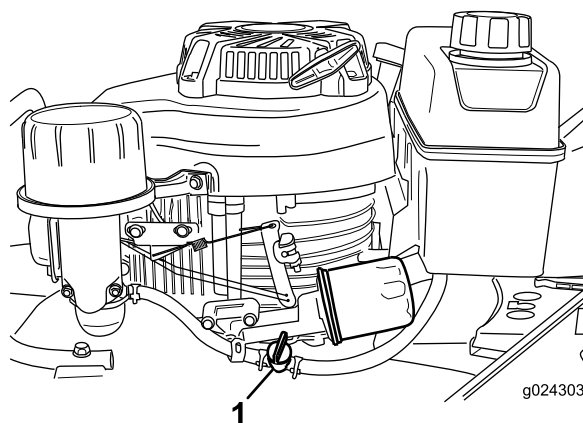

Figure 12
2. Ouvrez le robinet d'arrivée de carburant (Figure 12).
Remarque: Fermez le robinet d'arrivée de carburant (Figure 12) si vous ne prévoyez pas de démarrer le moteur tout de suite après.